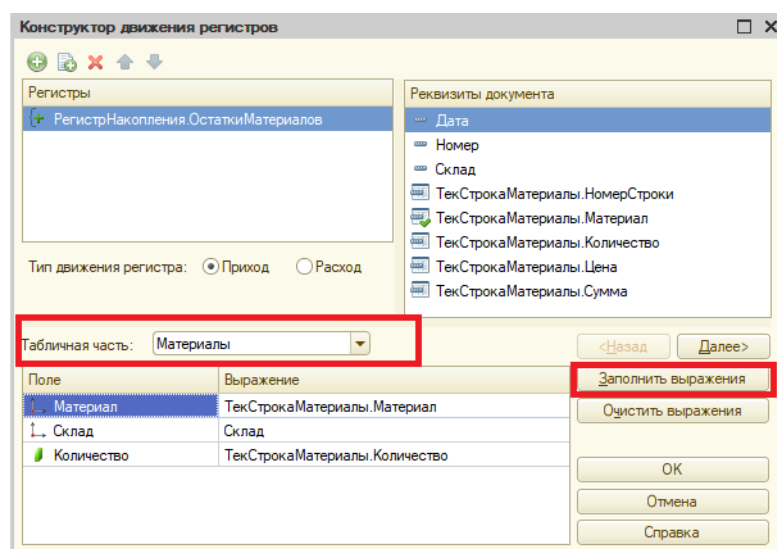

Рис. 2.3 Выбор табличной части документа и заполнение выражений для расчета движений регистра
3. В поле выбора Табличная часть выберите табличную часть документа – Материалы. Далее нажмите кнопку Заполнить выражения. В нижнем окне сформируется соответствие полей (измерений и ресурсов) регистра и выражений для их расчета (рис. 2.3).